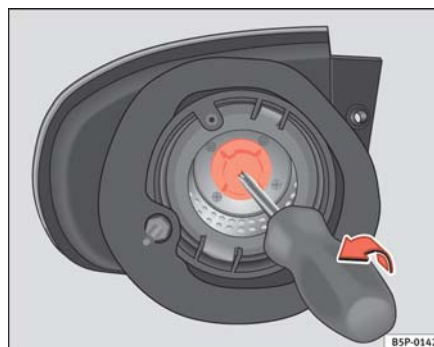

Fig. 176 Luz intermitente.
- Saque el portalámparas del intermitente con ayuda de un destornillador en el sentido de la flecha (ver ⇒ **fig. 176**)